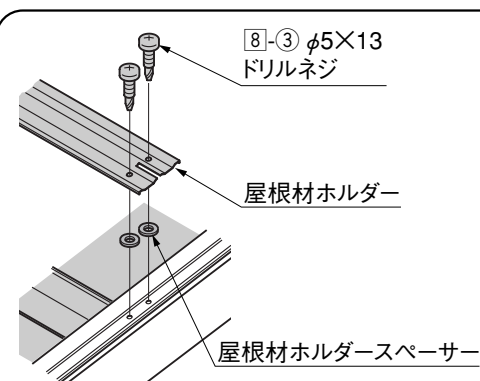
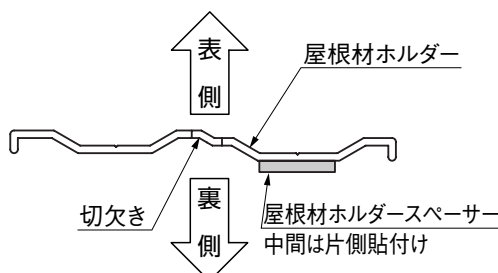

図5-10
図5-11 屋根材ホルダー断面図
- 屋根材ホルダーは、表裏の向きに注意してください。(図5-11参照)
- 取付け前に屋根材ホルダー下面に屋根材ホルダースパースーを取付けてください。(端部：図5-10、中間：図5-11参照)